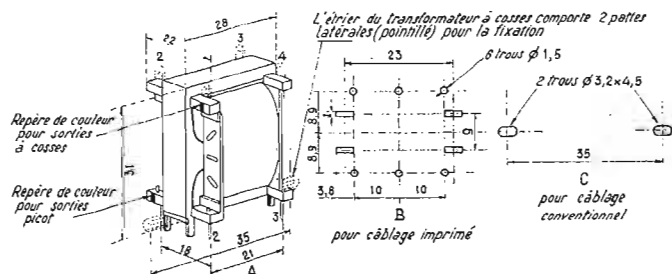

Fig. 2. — Caractéristiques mécaniques des transformateurs blocking 83012 et 83014.
- Les entraxes de fixation B ou C (Fig. 2) sont semblables.